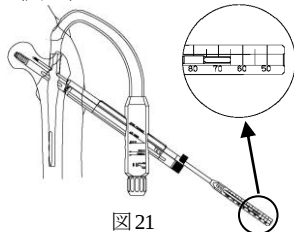

図 21
- 18) エクストラ用ガイドピンスリーブ（内筒）を抜き、ガイドピンデプスゲージ（骨面直接型）を押し当て、ガイドピン挿入深さを計測します。（図 21）